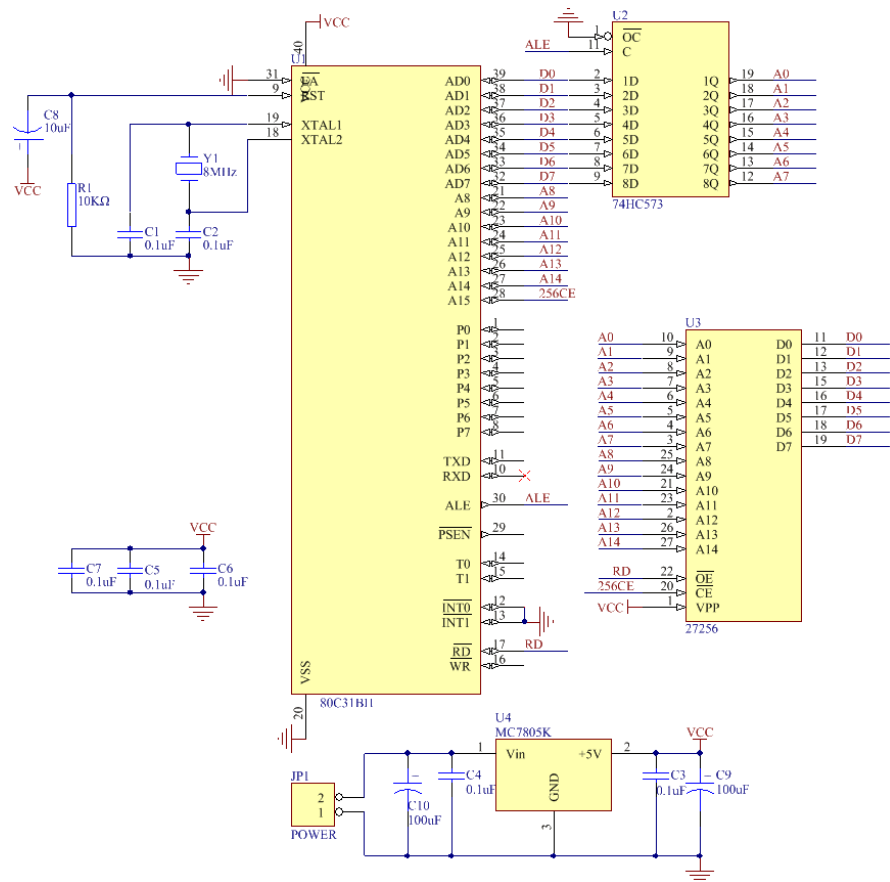

图 8-25 单片机系统电路原理图
完成如图 8-25 所示单片机系统的原理图设计及网络表生成,然后完成电路板外形尺寸设定,实现元件的自动布局及手动调整。
Step5 设计完成如图 8-25 所示的原理图。